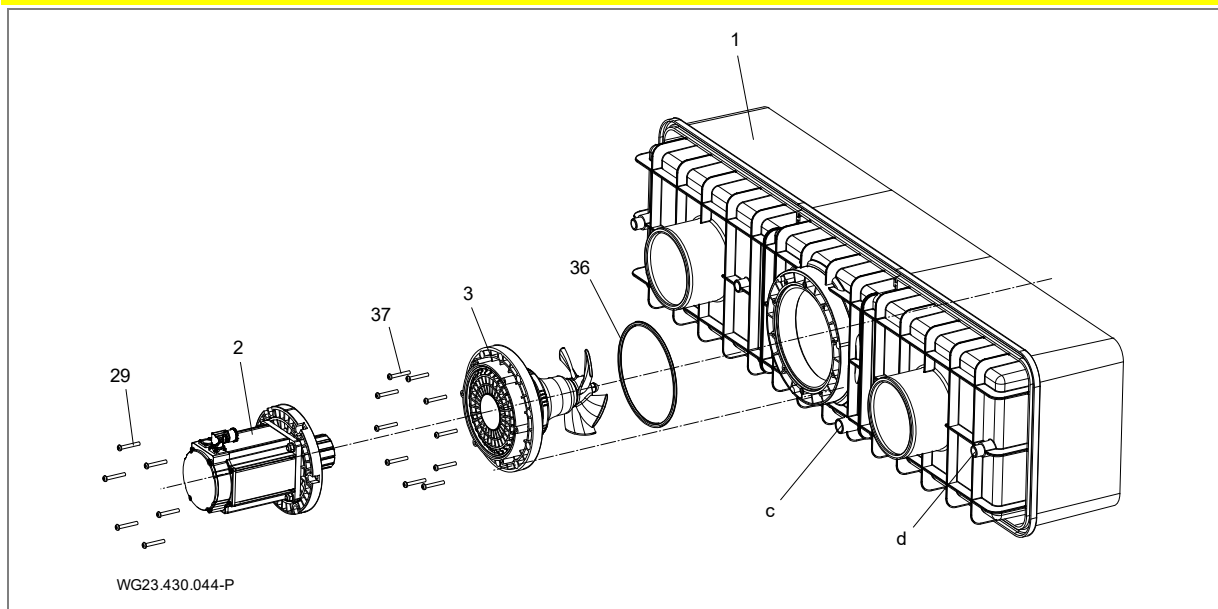

Abb. 16
1. Anschlussstutzen (d, (Abb. 16)) am Kunststoffgehäuse (1) und die Anschlussbuchse vom Kabelschuttschlauch (12) mit PVC-U/ABS-Reiniger entfetten.
Die Unterbringung der Anlage hat in einem Schacht, der am Beckenrand angrenzt, zu erfolgen. Im Aufstellungsraum müssen eine einwandfreie Be- und Entlüftung und ein ausreichender Bodenablauf vorhanden sein. Eine Befestigungsmöglichkeit für den Frequenzumformer und den Schaltschrank sowie den Kabelschuttschlauch (möglichst oberhalb Wasserniveau) muss gegeben sein. Im Schacht muss ein Anschluss für einen Potentialausgleich vorhanden sein. Siehe "Abb. 16" auf Seite 22.